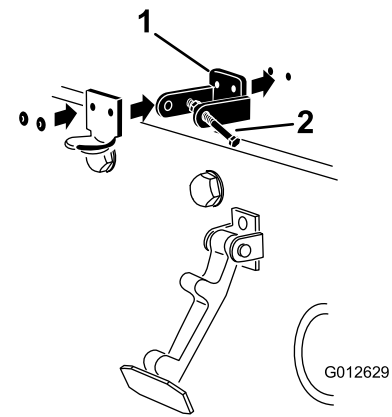

Figura 9
6. Remache el seguro de cierre, el cerradero y las arandelas al capó (Figura 9).
4. Alinee los taladros de montaje y posicione el cierre de seguridad para CE y el enganche del cierre sobre el capó (Figura 9).